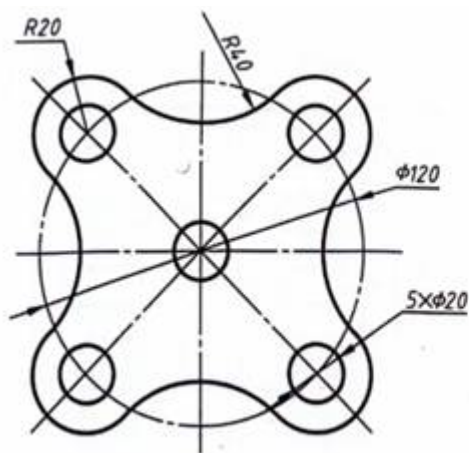

图3-1 题目3-1
3.用SolidWorks绘制如图3-1、3-2所示图形。(3分)